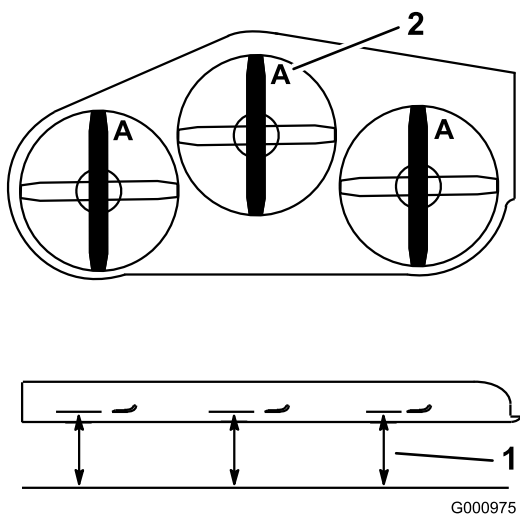

Figure 56
2. Mesurez la distance entre la surface plane et le tranchant (position **A**) des lames (Figure 56).